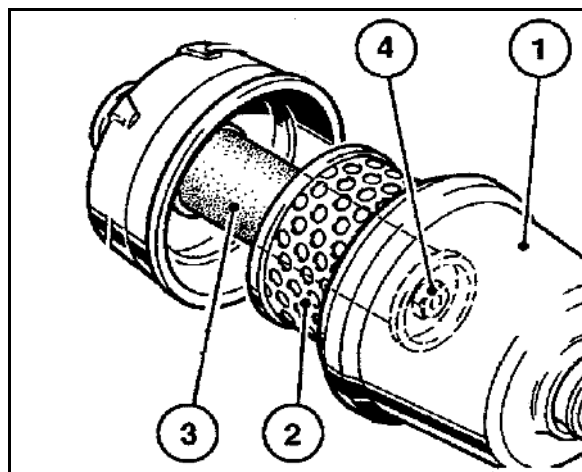

Рис. 166
2. Отверните и вывинтите фильтрующий элемент (Рис. 166/5) масляного фильтра при помощи стандартного инструмента.